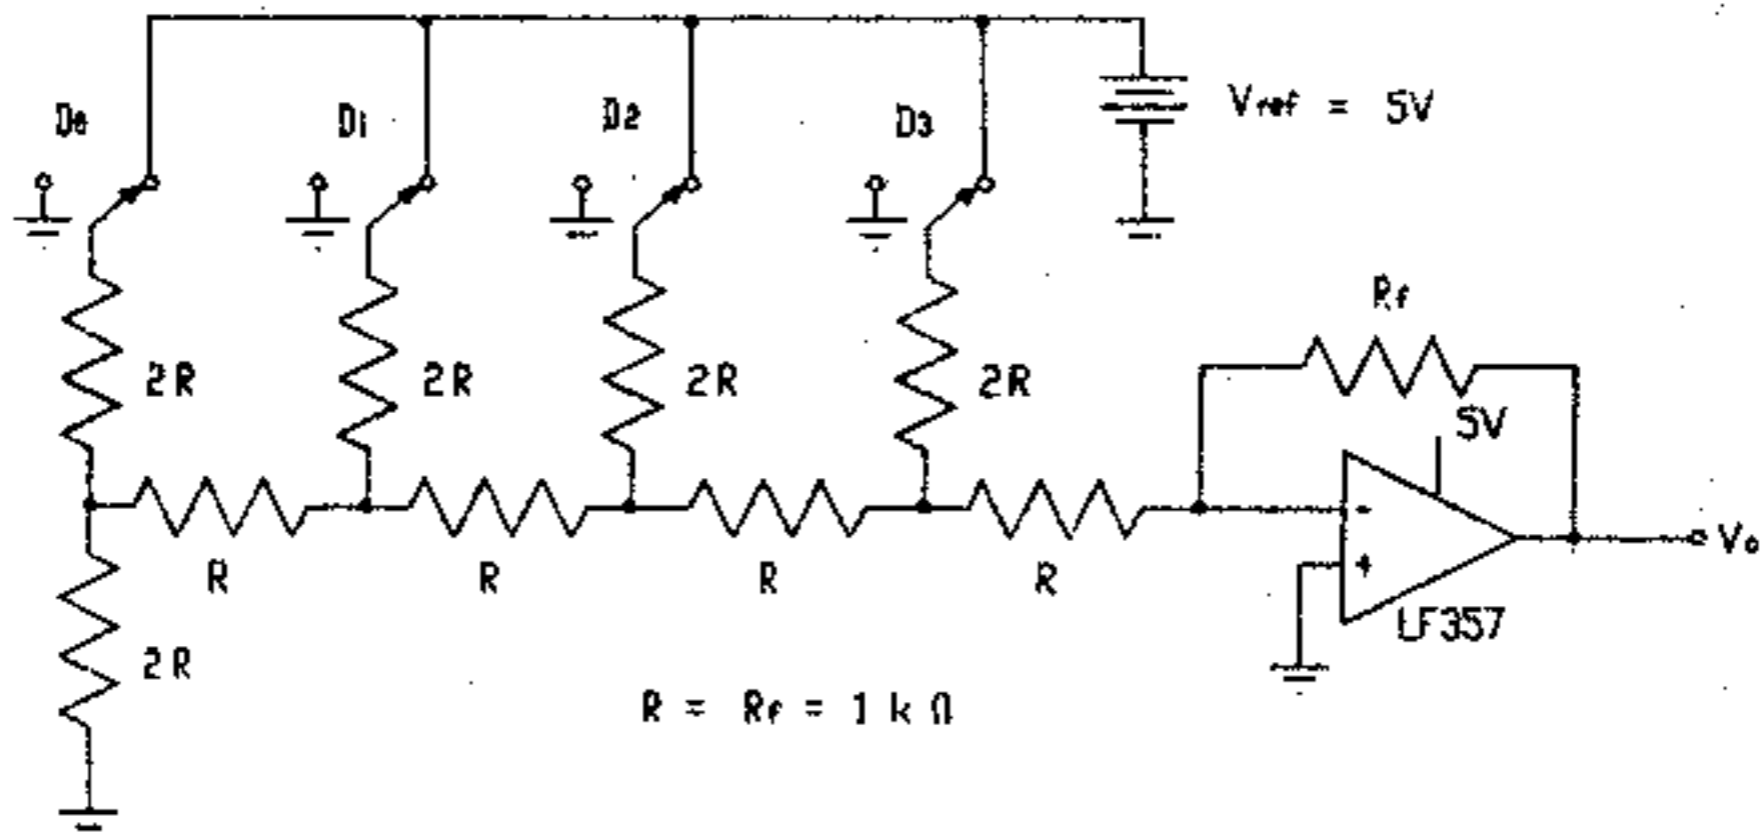

Figura 9
a) Arme el circuito de la figura 9.